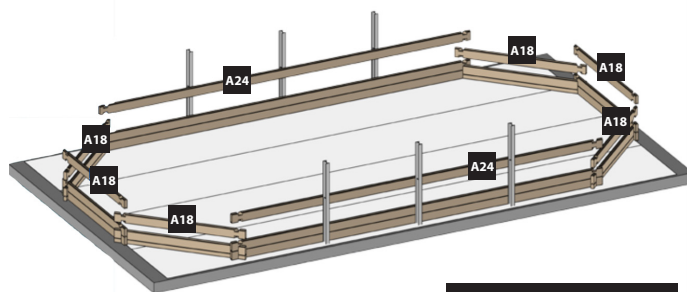

Fig. 14 / Abb. 14 / Afb. 14
- EN 3rd LAYER OF BOARDS:** Install the third layer of boards as shown in figure 14. The position of the refilling fitting with the key and the skimmer should be defined at the start of the assembly (read the specific paragraphs).
- FR 3ÈME RANGÉE MADRIERS :** Positionnez les madriers de la 3ème rangée conformément à la figure 14. Vous devez avoir déterminé l'emplacement de la buse de refoulement et du skimmer dès le début du montage (voir paragraphes spécifiques).
- DE 3. BRETTREIHE:** Platzieren Sie die Bretter der dritten Reihe laut Abb. 14. Zu Beginn der Montage müssen Sie die Lage des Druckventils und des Skimmers festlegen (lesen Sie hierzu die entsprechenden Abschnitte).
- NL 3ª RIJ PLANKEN:** Plaats de planken van de derde rij zoals te zien is op afbeelding 14. U moet al bij aanvang van de montage bepalen op welke plaats het uitstroommondstuk en de skimmer moet komen (lees de betreffende paragrafen).